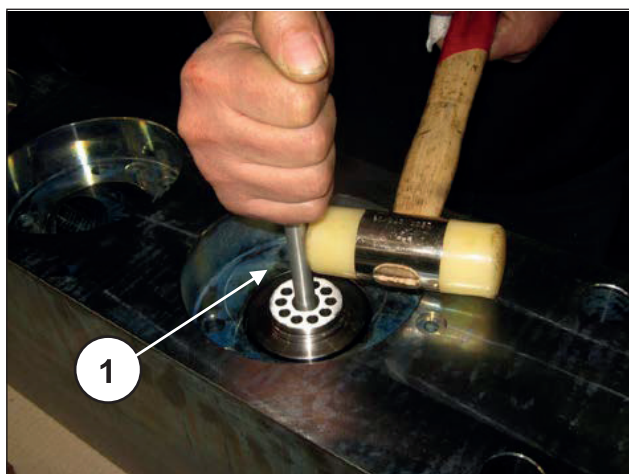

Fig. 177
Qualora le sedi valvola risultassero bloccate sulla testata a causa della formazione di calcare o di ossido devono essere sbloccate inserendo una spina in alluminio o in materiale plastico nel foro di mandata (pos. ①, Fig. 177).